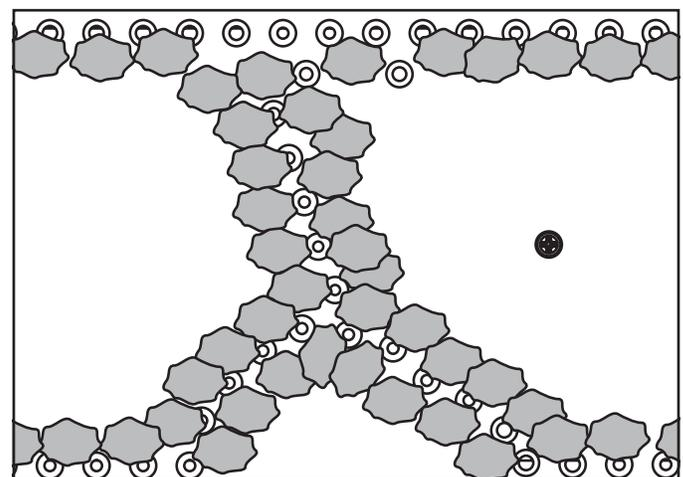

Figura 14.3 Hoyos traslapados con brasas (gas PL solamente)
- Sólo gas PL:** Utilice trozos de brasas Glowing Embers® (del tamaño de una moneda de diez centavos) para traslapar los hoyos (consulte la Figura 14.3). El traslapo creado por las brasas ayudará a combinar las llamas.